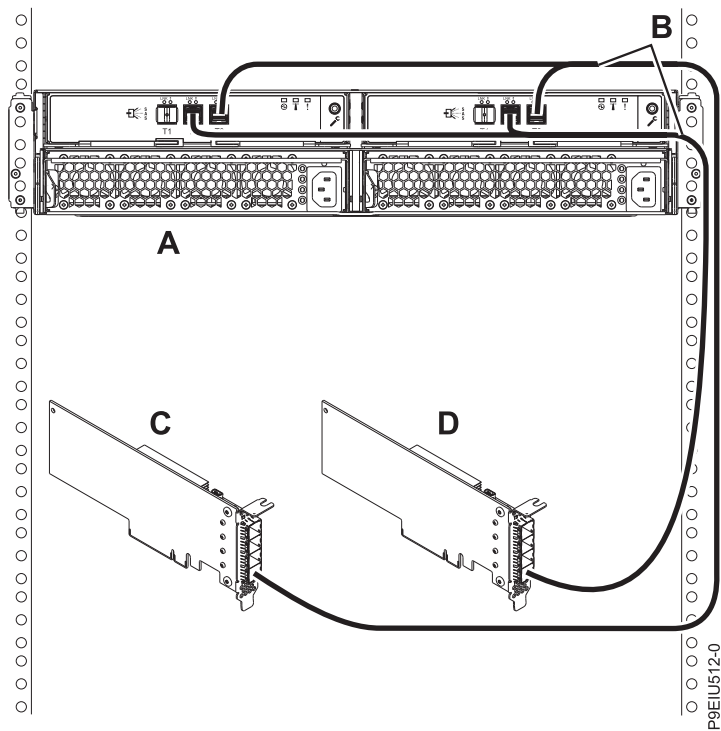

Рисунок 17. Подключение Блок памяти ESLL или ESLS к двум независимым адаптерам SAS FC EJ0J, FC EJ0K или FC EJ0M с помощью кабелей YO12 в режиме 2
17. Подключите один корпус (A) с помощью кабелей YO12 (B) к двум независимым адаптерам SAS FC EJ0J, FC EJ0K или FC EJ0M (C и D) в режиме 2 (см. рис. 17 на стр. 18). Затем перейдите к разделу “Подключение кабелей данных, кабелей питания и установка крышек” на стр. 24.